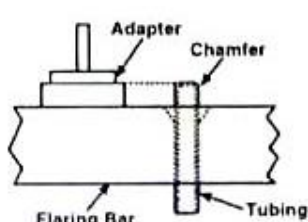

Fig. 1
2. バーの適正なフレアホールに管を挟み、アダプターを図のように管の側においてアダプターの1段目と同じ高さになるように調整してから、蝶ナットでバーを固定します。(図1)